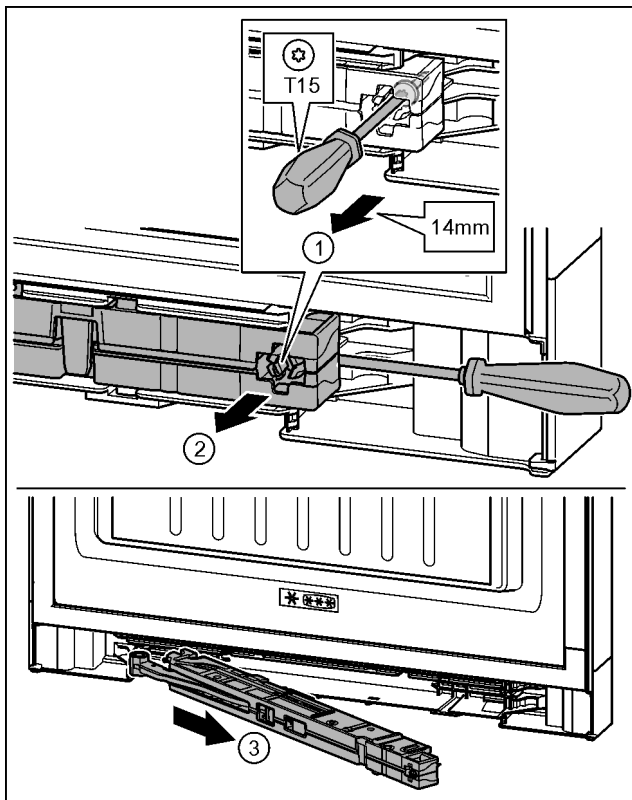

Fig. 21
- ▶ За допомогою викрутки T15 ослабте гвинт на демпферному вузлі приблизно на 14 мм. Fig. 21 (1)
- ▶ Перемістіть викрутку з боку ручки за демпферний вузол. Поверніть вузол уперед. Fig. 21 (2)
- ▶ Витягніть вузол. Fig. 21 (3)